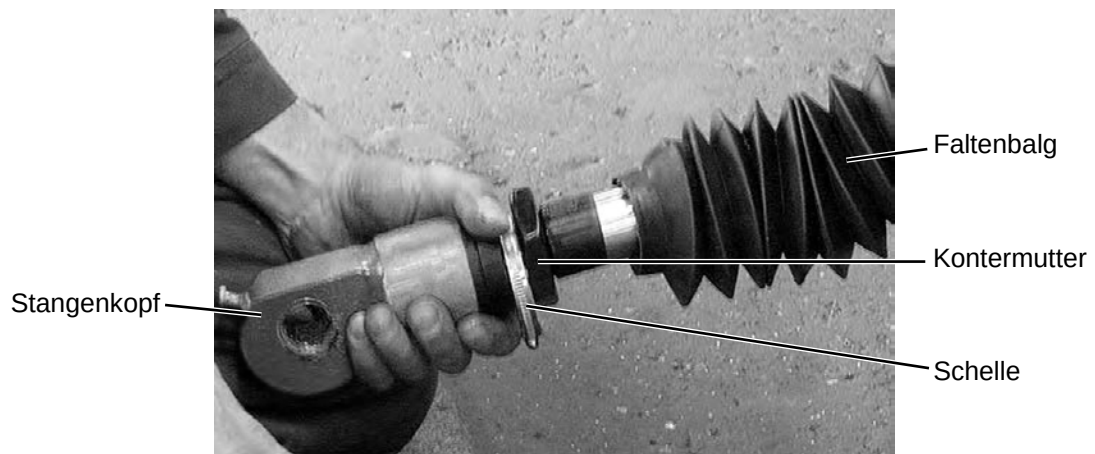

Abbildung 35: Kippzylinder
- Lösen Sie an den Kippzylindern die Schlauchschellen der Faltenbälge und schieben Sie die Faltenbälge herunter (siehe Abbildung 35).